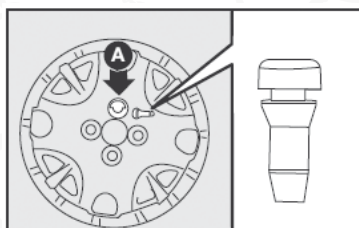

fig. 20
8) Coloque a presión el tapón de la rueda en el neumático, haciendo coincidir el símbolo , grabado en el interior del tapón, con la válvula de inflado; de esta forma, el orificio más grande del tapón A-fig. 20 pasará a través del tornillo colocado anteriormente.